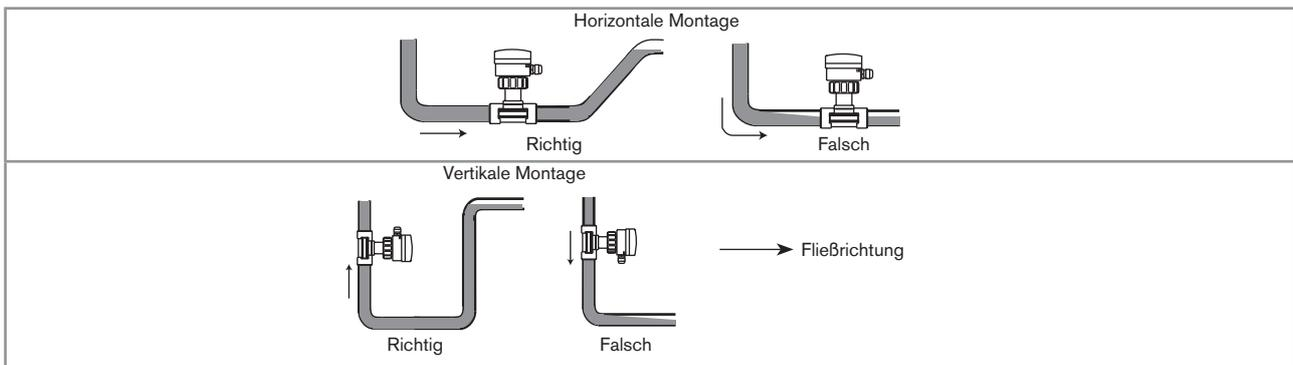

Bild 5: Füllung der Rohrleitung
- Darauf achten, dass die Rohrleitung im Bereich des Sensors immer gefüllt ist (Bild 5).
- Sicherstellen, dass bei der vertikalen Montage die Fließrichtung, wie durch den Pfeil angezeigt, nach oben verläuft (siehe Bild 5);